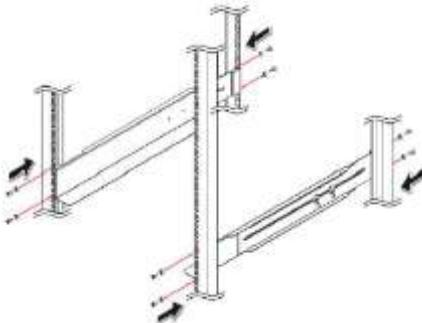

Рисунок 3-3: Присоедините направляющие рейки к стойке
- 3 Для прикрепления направляющих реек к стойке используйте восемь болтов и восемь шайб, входящих в комплект. См. *Рисунок 3-3*.